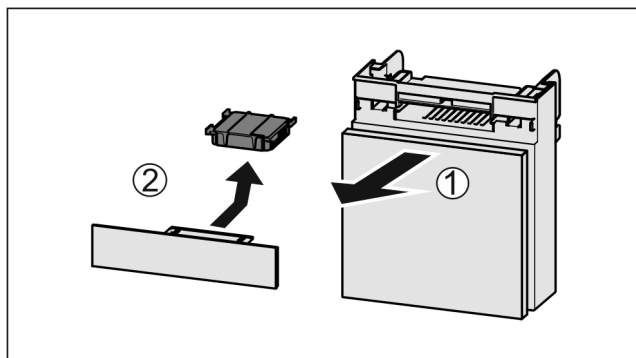

Fig. 61
- ▶ Extraire le compartiment par l'avant Fig. 61 (1).
- ▶ Sortir le filtre à charbon actif Fig. 61 (2).